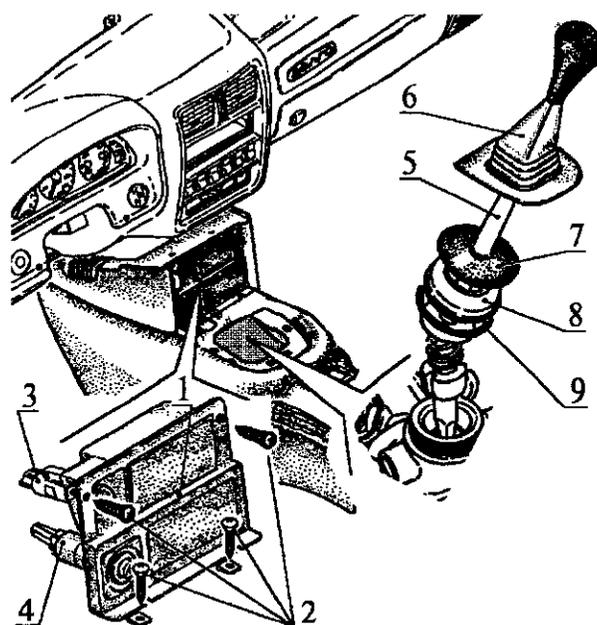

Рис. 26. Установка рычага КПП и пепельницы:
5.10. Установить рычаг 5 (рис. 26) КПП в последовательности, обратной снятию (см. п. 4.20).